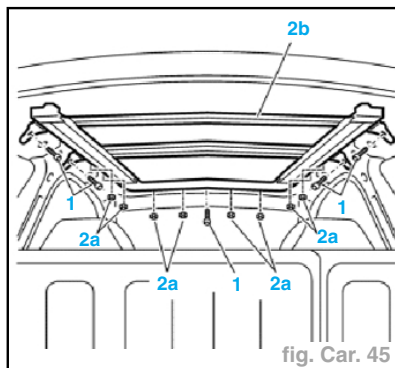

fig. Car. 45
- les vis de fixation (1),
- Déposer le toit ouvrant (2b) (fig. Car. 45).